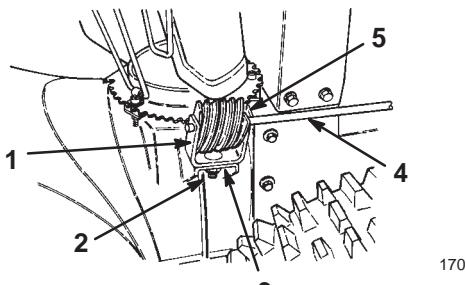

Bild 8
- Führen Sie eine 2,5 cm Schlossschraube in das Installationsloch des Getriebeprofils (Bild 8).
- Bringen Sie das Schneckengetriebe am Profilteil an, richten Sie die Öffnungen entsprechend aus und führen Sie die Antriebsstange für den Auswurf durch das Profilteil und das Getrieberad (Bild 8).
- Bringen Sie das Schneckengetriebe und das Profilteil mit Schlossschraube, Flachscheibe und Sicherungsmutter lose am Montageflansch an (Bild 8).